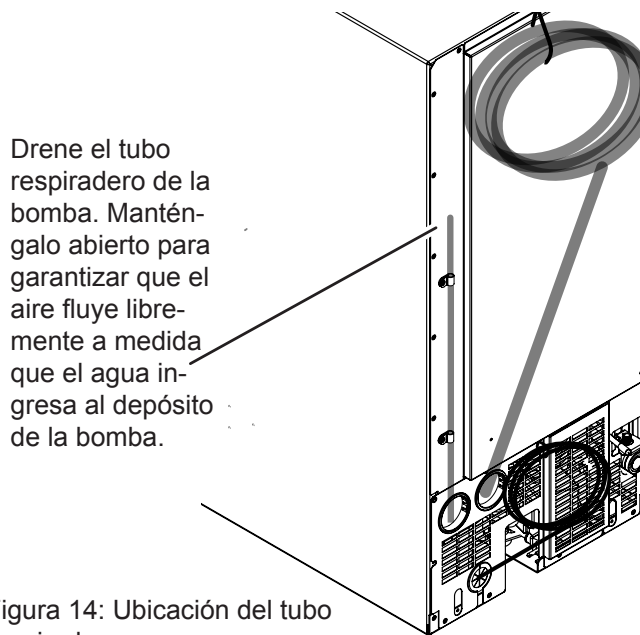

Figura 14: Ubicación del tubo respiradero.
- c. Que el tubo respiradero ubicado en la parte trasera de la unidad esté abierto (Figura 14).